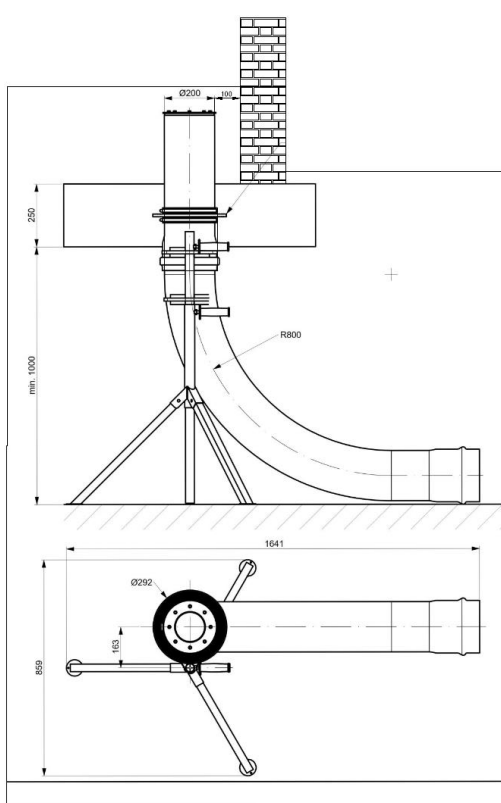

Abbildung 3: Hausanschlussbogen
- In nicht unterkellerten Gebäuden ist für den Anschluss ein Anschlussbogen oder andere zugelassene Leerrohrsysteme durch den Antragsteller vorab eingebracht werden. Der Anschlussbogen ist bauseits z.B. durch den Baustoffhändler zu stellen und fachgerecht einzubauen. Dieser soll direkt bei Erstellung des Fundaments inklusive Dichtungsringe korrekt positioniert und mit eingegossen werden. Vgl. Abbildung 3. Das Mantelrohr hat mindestens 1000 mm aus dem Streifenfundament und 100mm über die Oberkante des Fertigfußbodens herauszuragen. Zwischen Rohr und Innenkante Außenwand sind 100 mm Platz zu lassen. Es sind mindestens 300 mm Abstand zu einer Mehrspartenhauseinführung vorzusehen.